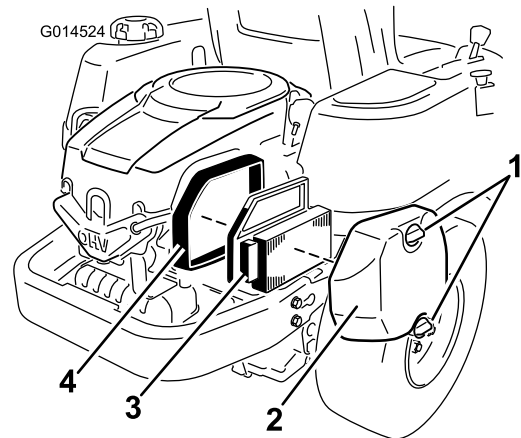

Figure 27
1. Déposez le couvercle du filtre à air (Figure 27).
- Sortez l'élément du filtre à air avec le joint en caoutchouc intégré (Figure 27).
- Installez l'élément en papier, côté plissé à l'extérieur, et engagez le joint en caoutchouc sur les bords de la base du filtre à air (Figure 27).
- Reposez et fixez solidement le couvercle du filtre à air à l'aide des deux boutons (Figure 27).